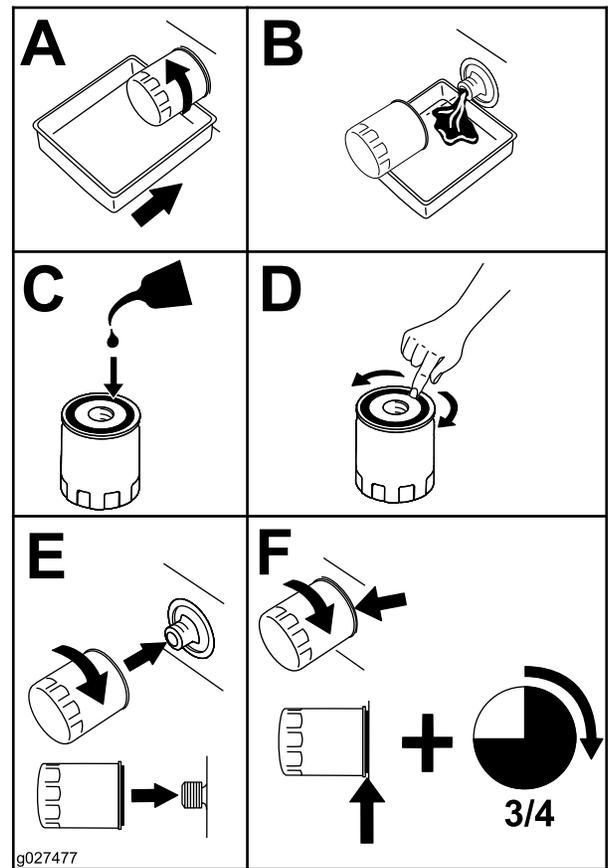

Bild 23
3. Entfernen Sie den Motorölfilter (Bild 23). Setzen Sie einen neuen Ölfilter ein, nachdem das Öl abgelassen ist.